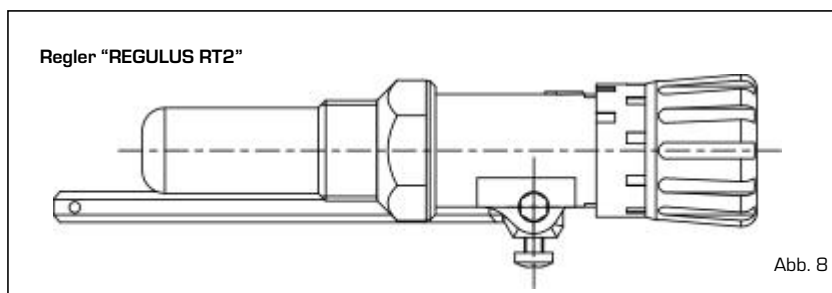

Abb. 8
4.6.2 Regler "REGULUS RT2" (Abb. 8)